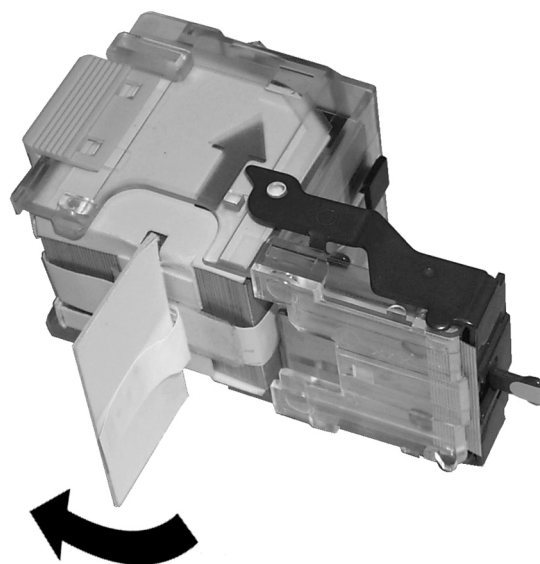

Figura 7: Retirar a fita de papel do Conjunto de Agrafos
- 7 Retire a fita de papel branco do Conjunto de Agrafos (Figura 7).